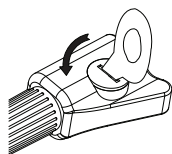

fig.1
---Tournez le couvercle de la batterie à l'aide de la clé (fig.1), puis retirez-le.